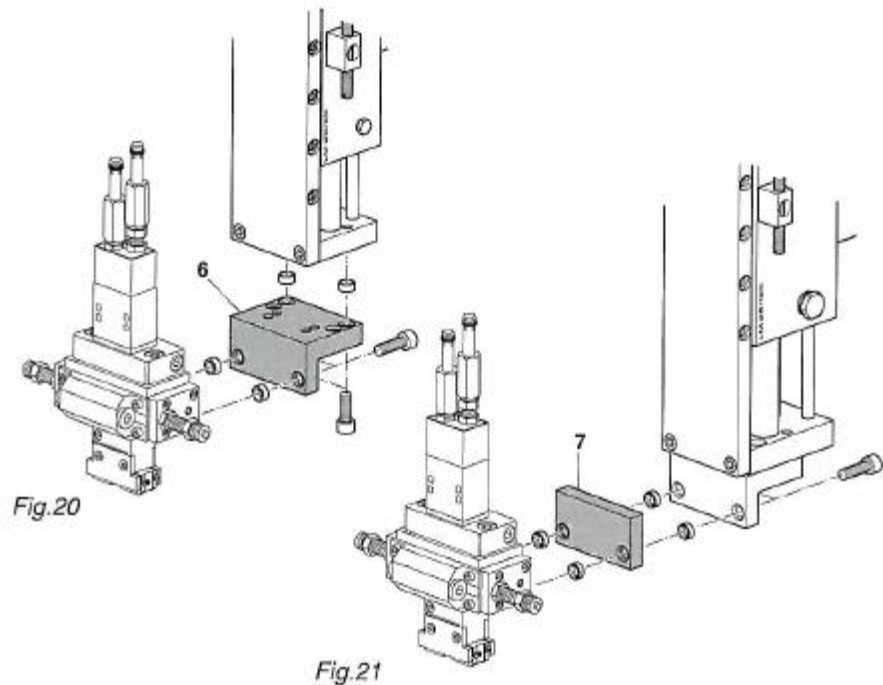

Fig. 17 Montage de l'équerre de montage ou de la plaque intermédiaire (LM 25)
- (A) Module linéaire LM 20/25 : L'équipement standard comprend deux vis de butée AS 08/40 (Fig. 17, 1) et deux amortisseurs SD 14/16 (Fig. 20, 2) pour le réglage des fins de course.
- (B) Plaque de base LM 20/25 : La plaque de base (Fig. 17, 3) permet de réaliser un module portique. La plaque de base sert en outre à la stabilisation et peut être usinée par le client.
- (C) 3. Position LM 20/25 : En combinaison avec les modules LM 32, une solution simple d'une troisième position (Fig. 17, 4) est réalisable. Celle-ci peut être utilisée dans toute la plage de course du module linéaire, est amortie en fin de course et peut être acquittée par un initiateur.
- (D) Plaque intermédiaire LM 20 : La plaque intermédiaire (Fig. 17, 5) permet de combiner un LM 20 avec un autre module LM 20.